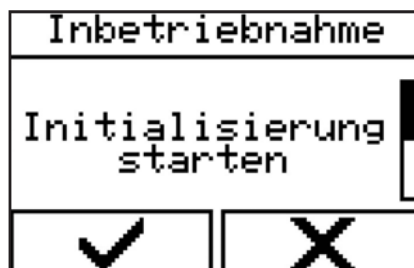

Abbildung 70 - Menü auswählen
1. Menü über „Steuerung“ → „Inbetriebnahme“ → „Initialisierung starten“ (Abbildung 70) auswählen.